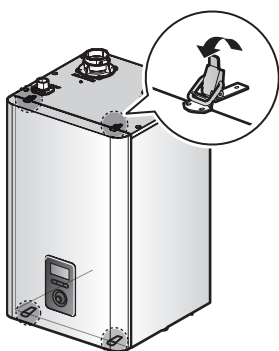

Figure 1. Couvercle avant des modèles NFB-H
2. Ouvrez les 4 crochets (2 dans le haut et 2 dans le bas) pour retirer le couvercle avant et accéder aux composants internes. Reportez-vous à la figure 1 représentant le couvercle avant de l'unité et les crochets.